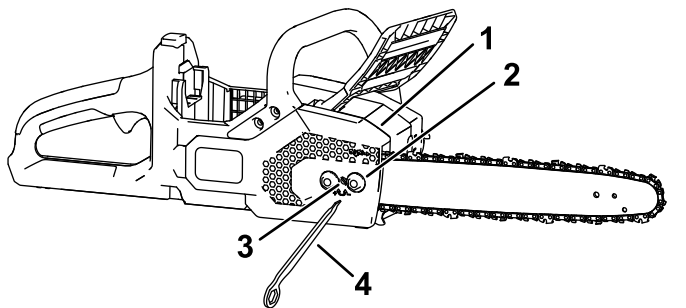

Figura 28
5. Usando la herramienta multiuso integrada, afloje las tuercas prisioneras de la cubierta lateral, pero no la retire (Figura 28).
7. Usando la herramienta multiuso integrada, ajuste la tensión de la cadena, y luego sujete la cubierta lateral a la motosierra apretando las tuercas prisioneras (Figura 28).
2. Retire la cubierta lateral aflojando las 2 tuercas prisioneras que la sujetan (Figura 28).
3. Afloje la cadena girando el tornillo de apriete de la cadena en sentido antihorario (Figura 28).